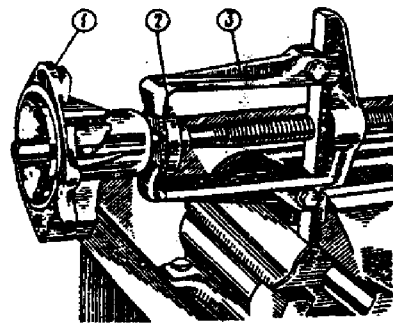

Fig. 2-64. Desmontagem do cubo da polia: 1 - tampa do corpo da bomba; 2 - cubo da polia; 3 - extrator.
3. Remover do eixo o cubo da polia do ventilador 2, com o auxílio do extrator A.40005/1/5 (fig. 2-64).